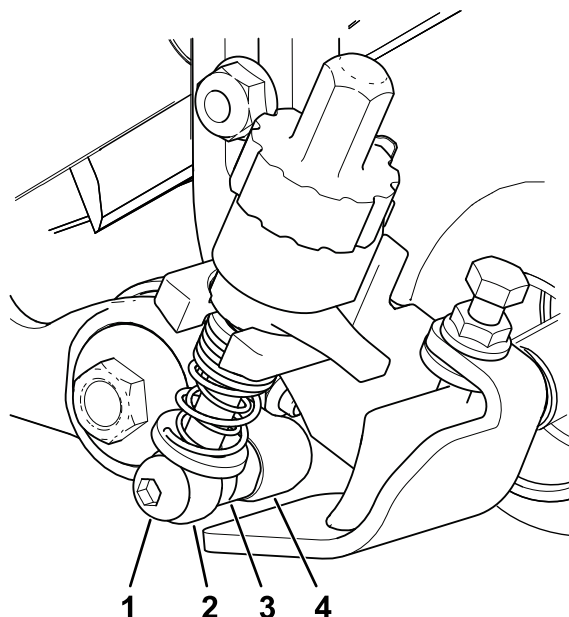

Figura 12
6. Com o cilindro preso, aperte a cabeça sextavada do eixo da caixa da transmissão com 135 a 150 N·m; consulte a Figura 12.
4. No lado do conjunto do rolete, alinhe a barra do braço de ajuste do suporte da altura de corte com o anel de ajuste no conjunto do rolete e prenda com um parafuso com olhal como se mostra na Figura 12; aperte o parafuso com olhal com 20 a 26 Nm.